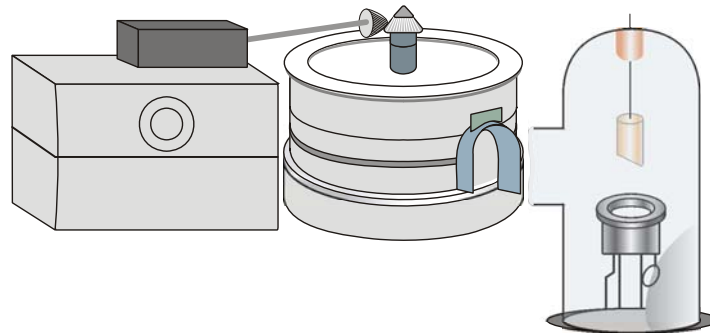

Fig. 8 Debye-Scherrer-Kamera mit Motortrieb
- Falls erforderlich zusätzlich den Motorantrieb (1000662 bzw. 1000663) gemäß Fig. 8 platzieren. Dazu dessen Stecker in 4-mm-Buchse stecken. Dabei auf einwandfreien Lauf der Kegelzahnräder achten. Mittels des mitgelieferten Inbusschlüssels kann die Lage des Motorkegelrades auf der Achse verändert werden.